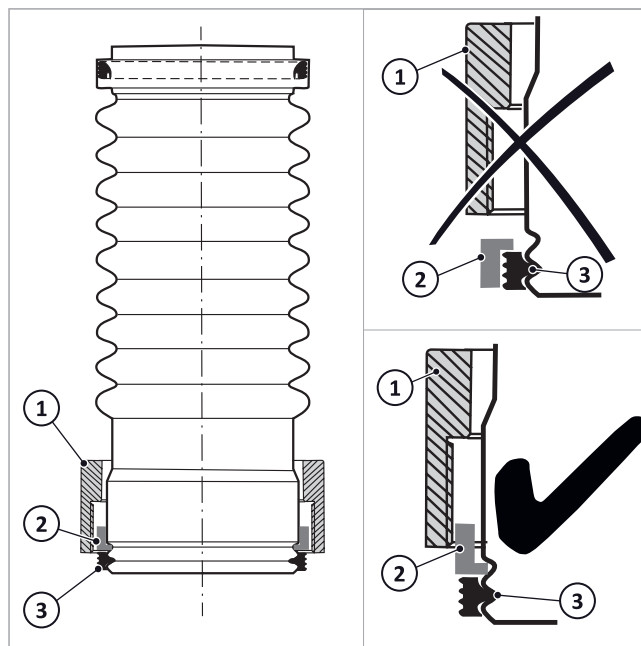

Fig. 41: Unión roscada instalada
1. Según → fig. 41 introduzca en el extremo inferior de la conexión de salida de humos la tuerca de racor (1), el anillo de seguridad (2) y la junta (3).